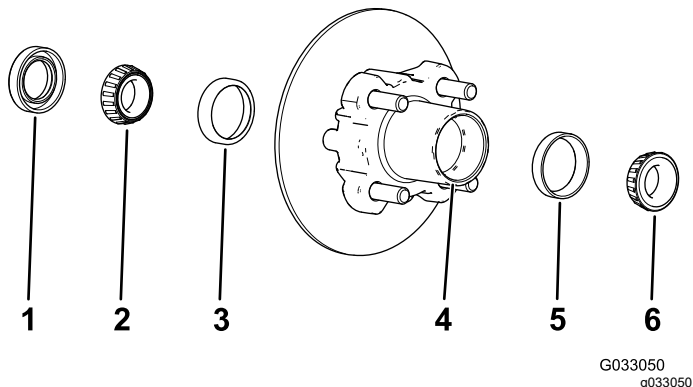

Figure 29
1. Déposez le roulement extérieur et la bague de roulement du moyeu (Figure 29).
2. Déposez le joint et le roulement intérieur du moyeu (Figure 29).
5. Éliminez la graisse, la saleté et les débris déposés à l'intérieur de la cavité du moyeu (Figure 29).
7. Remplissez la cavité du moyeu de 50 à 80 % environ avec la graisse spécifiée (Figure 29).
8. Assemblez le roulement intérieur sur la bague sur le côté intérieur du moyeu et montez le joint (Figure 29).